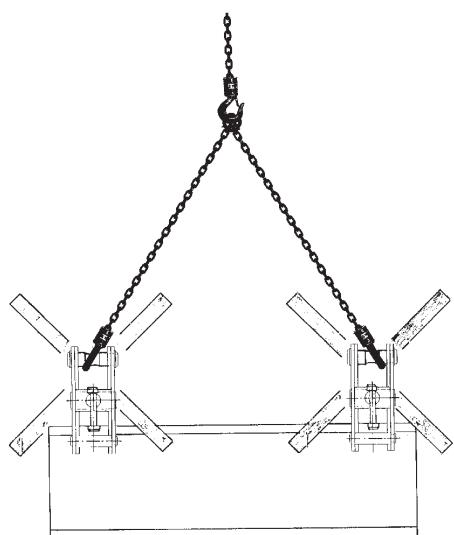

Fig. 3
- Foutief ophangen/beladen van de traverse, d.w.z. bij schuine krachten of bij gebruik van de balkklem als grijper (grijpklem) is niet toegestaan (Fig. 3).
- È assolutamente vietato utilizzare la pinza per scopi estranei al suo utilizzo come punto a cui applicare forze laterali, pinza per movimentazione di travi o come morsa per serrare parti distinte (Fig. 3).